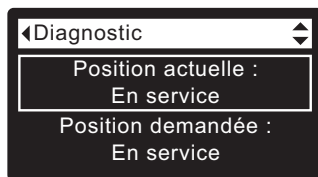

FIG. 109
4. Appuyez sur le bouton **HAUT** (▲) pour faire défiler les options du menu et mettre en encadré **Position actuelle** (cf. Figure 109).